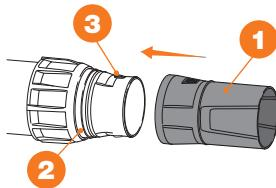

Рис. 5.1
- Наденьте сопло **1** на трубу выдувания **2** и зафиксируйте его на специальных выступах **3** (рис. 5.1)